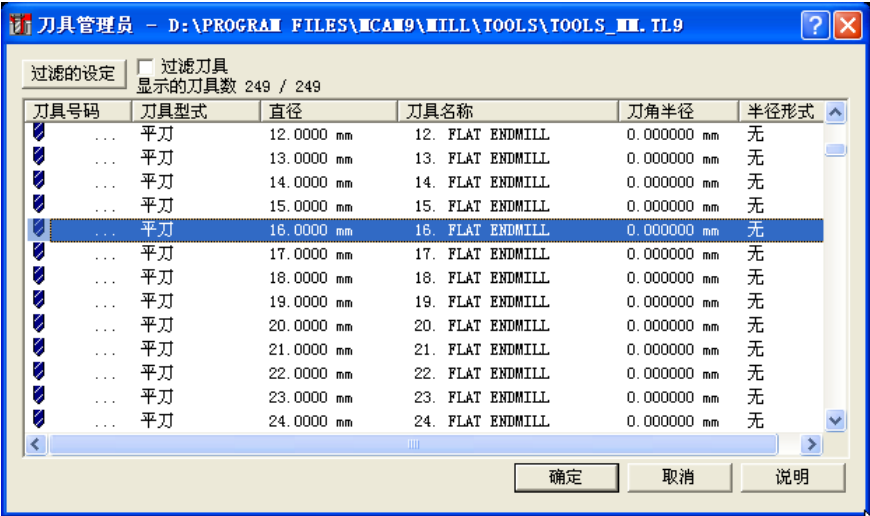

图 1-10 “刀具管理员”对话框
2) 系统弹出图 1-10 所示的“刀具管理员”对话框，不勾选“过滤刀具”，选择“平刀”、“直径 16.0000 mm”，单击“确定”。